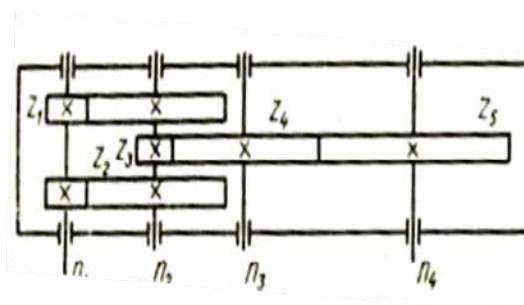

Рисунок 5.
33. Если в редукторе указанной схемы (рис. 5) в два раза уменьшить число зубьев колеса Z4, то как изменится число оборотов в минуту на выходе N4?